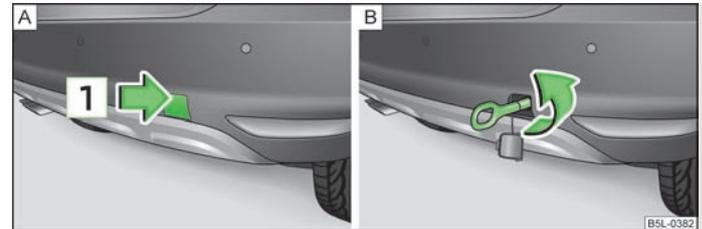

Abb. 166 Hinterer Stoßfänger: Ausbau der Abdeckkappe / Einbau der Abschleppöse
- Auf die obere Hälfte der Abdeckkappe in Pfeilrichtung drücken » Abb. 166 - .
- Die Abdeckkappe aus dem hinteren Stoßfänger herausnehmen » Abb. 166 - .
- Die Abschleppöse nach links bis zum Anschlag einschrauben » Abb. 166 - und diese so fest wie möglich anziehen. Für das Festziehen empfehlen wir, z. B. den Radschlüssel, die Abschleppöse eines anderen Fahrzeugs oder einen ähnlichen Gegenstand zu verwenden, der durch die Öse gesteckt werden kann.